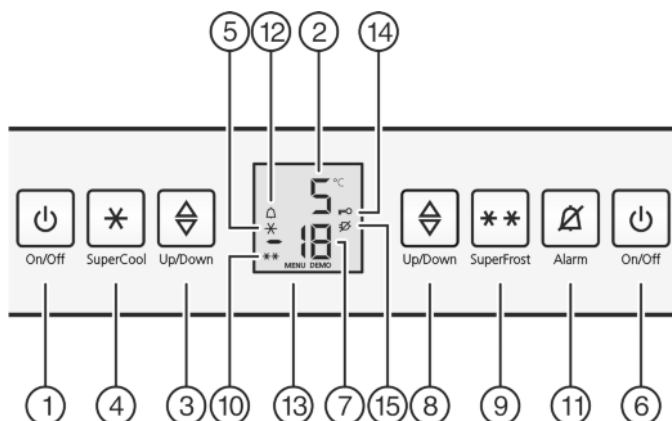

Fig. 2
- ▶ Нажмите кнопку On/Off морозильного отделения Fig. 2 (6).
- ▶ Нажмите кнопку On/Off холодильного отделения Fig. 2 (1).
- ▶ Активация режима настройки: Нажмите кнопку SuperFrost Fig. 2 (9) и удерживайте ее прим. 5 секунд.
- ▷ На индикаторе будет отображаться символ «Меню» *Fig. 2 (13)*.
- ▶ Для подтверждения нажать и отпустить кнопку «SuperFrost» *Fig. 2 (9)*.
- ▷ На индикаторе горит символ «Защита от детей» *Fig. 2 (14)*.
- ▶ Нажмите и сразу отпустите кнопку On/Off морозильного отделения *Fig. 2 (6)*.
- ▶ Активация режима настройки: Нажмите кнопку SuperFrost *Fig. 2 (9)* и удерживайте ее прим. 5 секунд.
- ▷ Символ «Защита от детей» *Fig. 2 (14)* гаснет.
▶ Нажмите кнопку Alarm *Fig. 2 (11)*.
Одновременно мигает индикация температуры и символ тревоги *Fig. 2 (12)*.
Звуковой сигнал выключается автоматически, символ аварийного сигнала *Fig. 2 (12)* выключается и индикатор температуры перестает мигать, если температура снова становится достаточно низкой.